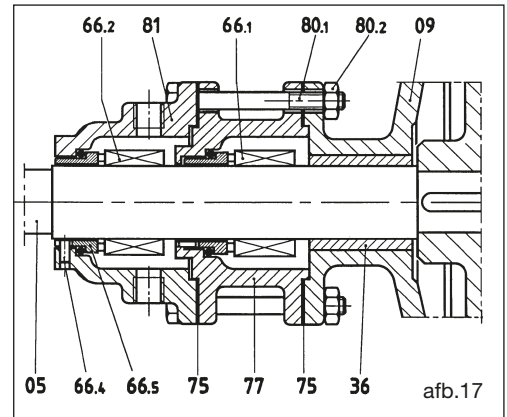

afb. 16
**11.9 Verwijdering van de enkele mechanische afdichting ST4, ST5, ST6 (afb. 16)**
- Draai de schroeven (80.1) los en verplaats de afdichtinghouder (80) voorzichtig over de as om te voorkomen dat de statische ring van de afdichting met V-profiel (68) breekt. Zo komt het draaiende deel (66.7) van de mechanische afdichting bloot te liggen.